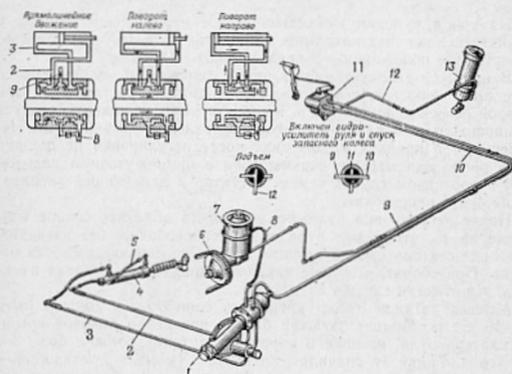

Рис. 69. Гидравлическая система рулевого управления:
Цилиндр гидроусилителя закреплен на раме шаровым соединением. Шток цилиндра шарнирно связан с рычагом поворотного кулака. Гидроусилитель входит в общую гидравлическую систему автомобиля (рис. 69), питаемую насосом гидроусилителя 6, который приводит также в действие гидравлический подъемник 13 запасного колеса.
6. Отсоедините сливной шланг 8 (рис. 69) от бачка насоса гидроусилителя, после чего заглушите патрубок бачка.